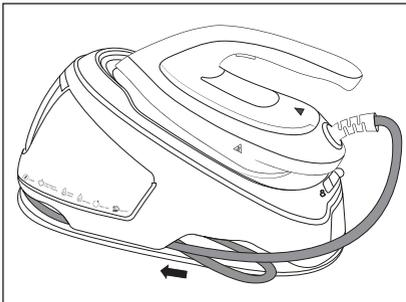

Abb. 9
- 5) Legen Sie den Versorgungsschlauch **1b** in der Mitte zusammen und schieben Sie ihn in das Staufach **8** am Gerät (siehe Abb. 9).